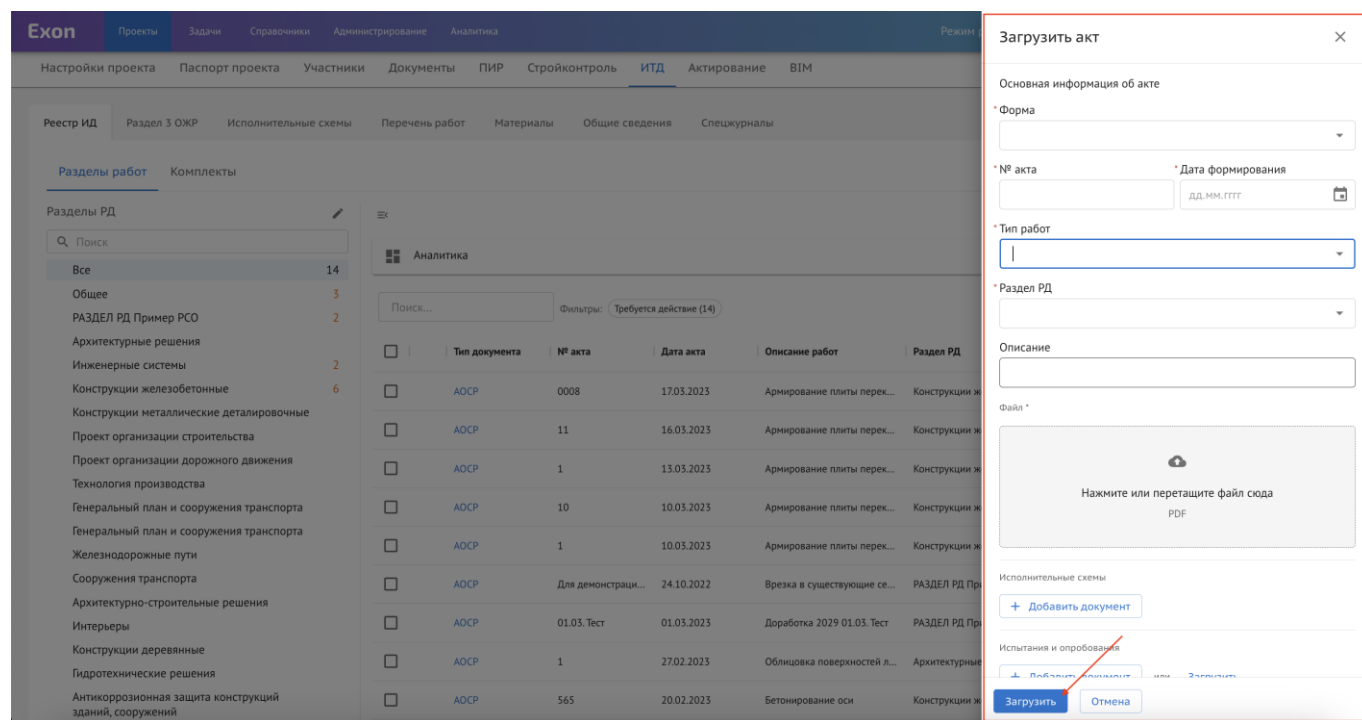

Рис. 62 – Внесение информации об акте
2. В появившемся окне заполнить всю соответствующую имеющемуся акту информацию. После загрузки он также отобразится в Реестре ИД (рис. 62);